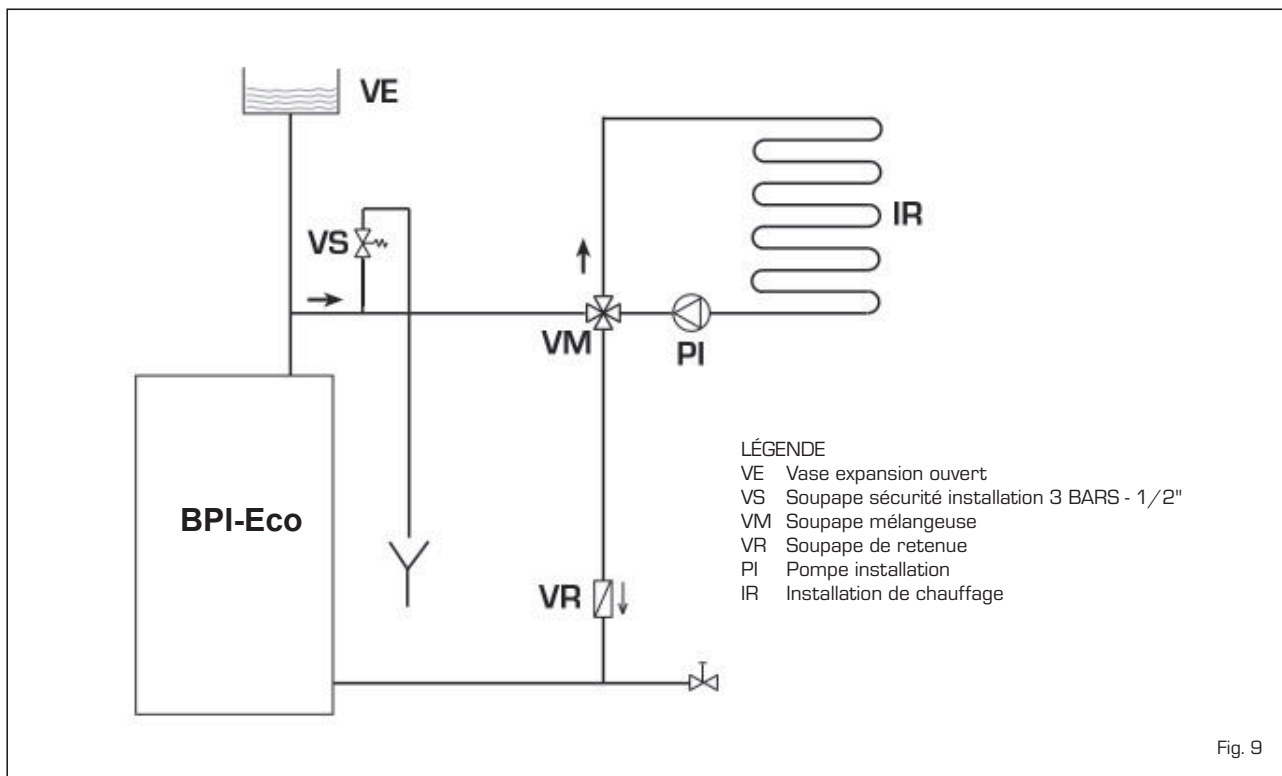

Fig. 9
4.8.1 Installation avec vase d'expansion ouvert (fig. 9)
- L'installation à laquelle est branchée la chaudière doit être de préférence avec un système à vase d'expansion de type ouvert (fig. 9).